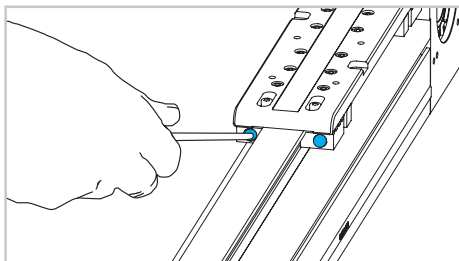

Рис. 3
2) Удалить натяжитель ремня, выкрутив вертикальные и горизонтальные винты каретки линейного модуля (рис. 3, 4, 5).